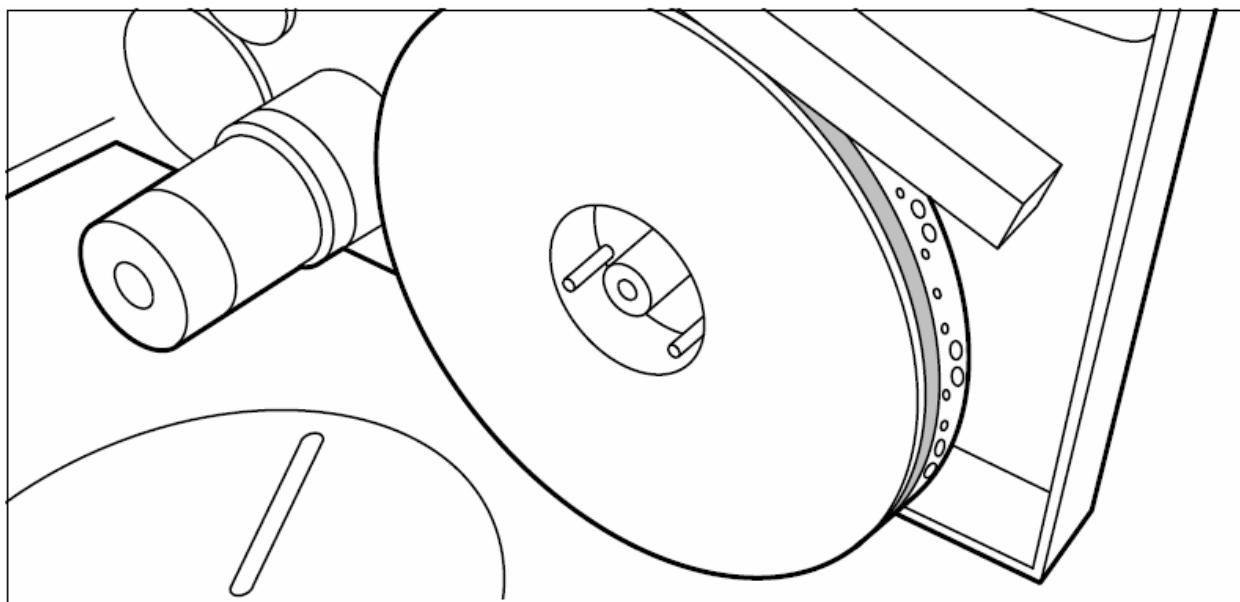

Рисунок 110. Установка новой катушки с самоклеящейся лентой
1. Установите новую катушку с самоклеящейся лентой и закройте боковую пластину. Проверяйте, чтобы катушка была установлена таким образом, чтобы ее отверстия были сзади, а защитная прокладка располагалась спереди (см. рисунок 110 на следующей странице).